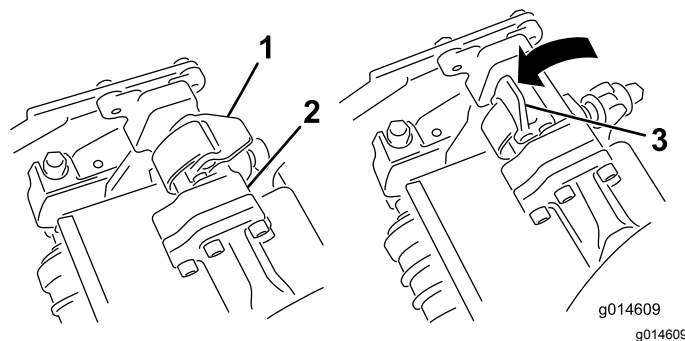
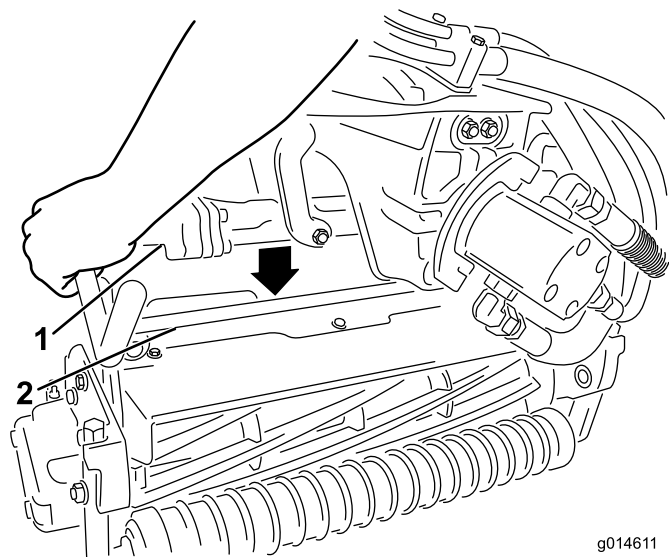

図 46
図 47
4. ラッチを下げて閉じるとカッティングユニットのバーがロックされてユニットがアームにセットされる 図 46。
3. サスペンションアームのバーについているラッチを上向き開いた状態にして 図 46、サスペンションアームを押し下げて、バーを、カッティングユニットのバーの上に被せるようにする 図 47。
4. 取り外したいカッティングユニットのサスペンションアームのバーについているラッチを開く(図 46)。